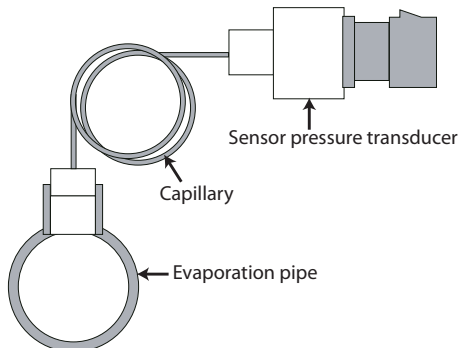

Fig. 3
**Consigli per una corretta installazione (Fig. 3)**
**Suggestions for correct installation (Fig. 3)**